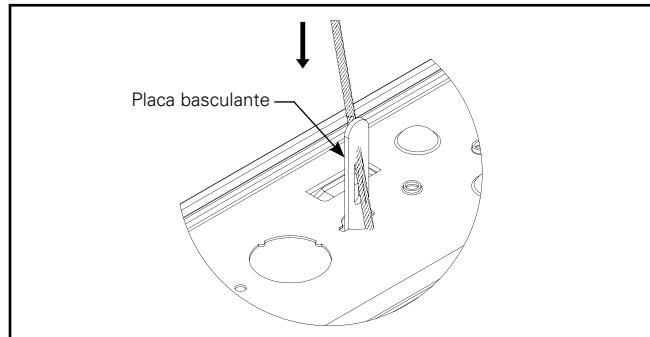

Figura 4.2.
- Mantenga el lado de la longitud de la placa basculante perpendicular a la superficie superior del canal e insértelo en el orificio (Figura 4.2).